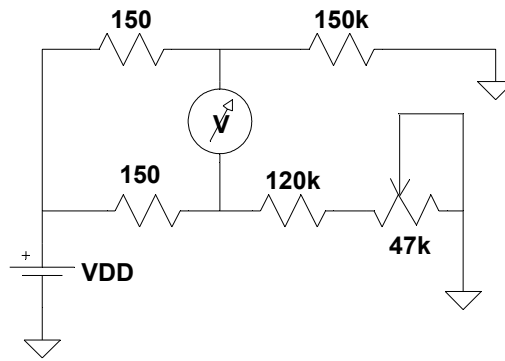

Figura 4
El circuito de la Figura 4 muestra las resistencias  $R1$ ,  $R2$ ,  $R3$  y  $R4$ , siendo  $R1=R2=150\Omega$ ,  $R3=150\text{ k}\Omega$  y  $R4$  la resistencia variable formada por  $120\text{ k}\Omega$  en serie con la resistencia variable (“preset”) de  $47\text{ k}\Omega$ . Las mismas están conectadas en la configuración conocida como puente de Wheatstone. Demostrar que cuando el puente está “equilibrado”, es decir que el voltímetro indicado como  $V$  en la Figura 4 mide  $0V$ , las resistencias cumplen la condición antes hallada.
¿Para qué rango de frecuencia es válido asumir que la ganancia diferencial del circuito es  $R3/R1$ , si  $R3$  y  $R1$  valen respectivamente  $150\text{ k}\Omega$  y  $150\Omega$  como se indica en la Figura 4?
- Se equilibrará el puente de la Figura 4. Para ello utilizar un multímetro digital (con el menor fondo de escala disponible) y no la función multímetro del Analog Discovery 2, ya que la precisión de éste ( $\pm 5\text{ mV}$ ) no es suficiente para equilibrar el puente al nivel necesario para poder estimar correctamente el alto CMRR del operacional.